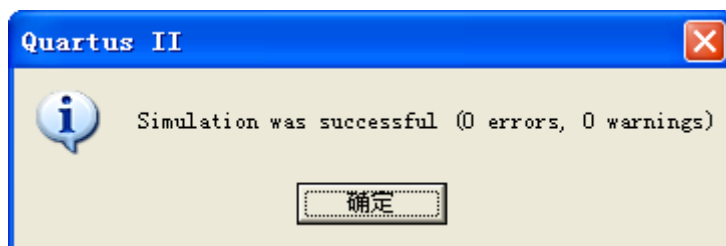

图 2-20 仿真成功信息
(6) 仿真器参数设定。选择菜单 Assignment 中的 Settings，在 Settings 窗口的 Category 下选 Simulator，在此项下可观察仿真总体设置情况；在 Simulation 栏确认仿真模式为时序仿真“Timing”；在 Simulation Options 栏，确认选定 Simulation coverage reporting，毛刺检测 Glitch detection 为 1ns 宽度。
(7) 启动仿真器。在菜单 Processing 项选择 Start Simulation，直到出现图 2-20 中的仿真成功信息，仿真结束。